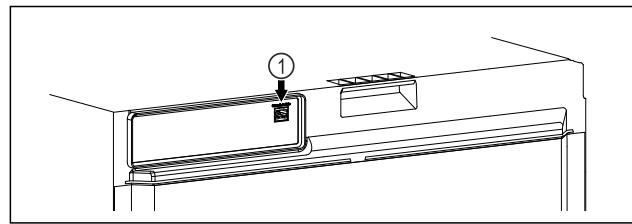

Fig. 142
- SmartModule Fig. 142 (1) ist eingesetzt.